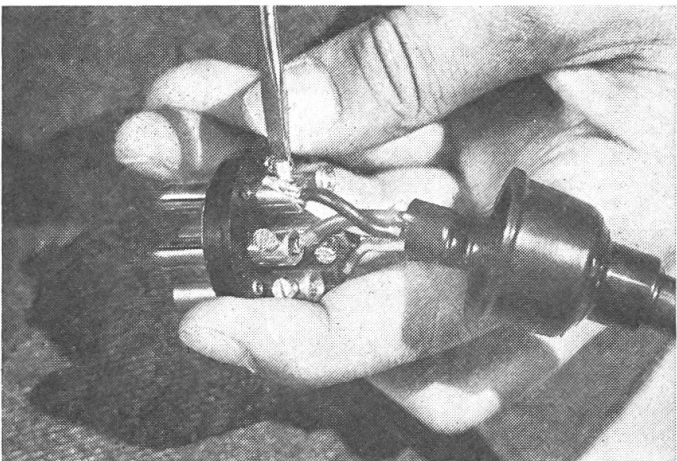

Abb. 25
- Wenn die Kabelfarben-Zuordnung bekannt ist, können die Kabelenden nun in die Klemmen eingeführt und verschraubt werden (Abb. 25).